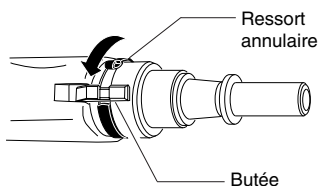

Figure 26 - Rotation du ressort annulaire pour fixer la butée
7. Faire tourner le ressort annulaire jusqu'à ce qu'il recouvre la butée (Figure 26).